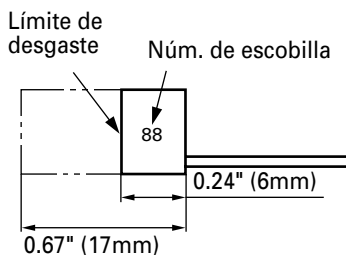

Fig. 7
- Inspección de la escobillas (Fig. 7)
NOTA: Utilice las escobillas HITACHI Núm. 88 indicadas en la Fig. 7.